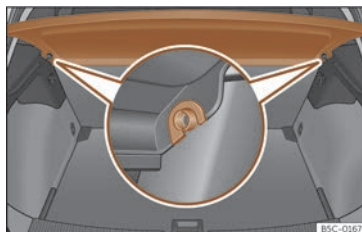

Fig. 172 Al maleter: desmuntar i muntar la safata.
- Desencaixeu la safata dels suports laterals >>> **fig. 172** estirant-la cap amunt i extraieu la safata.
- Introduïu la safata horitzontalment fent coincidir la "ferradura" sobre l'eix dels suports >>> **fig. 172**, i premeu cap avall fins que encaixin.